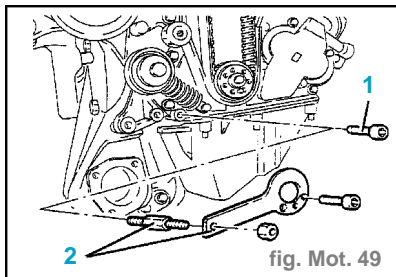

fig. Mot. 49
- Enlever la vis (1) de la pompe à huile indiquée. (fig. Mot. 49)